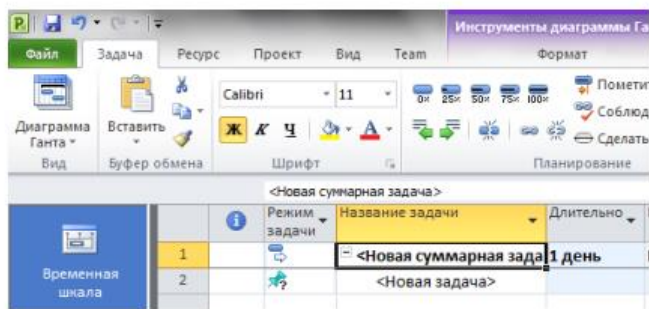

Рис. 26: Ввод суммарной задачи
2. В проекте появится суммарная задача с подзадачей. Введите названиеэтапа (вместо <Новая суммарная задача>) и название подзадачи (вместо <Новая задача>) (см. Рис. 26).